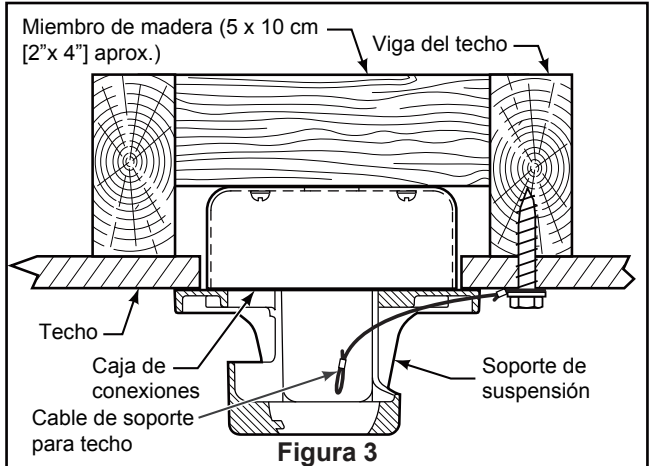

Figura 3
Uso del soporte (Figura 3)
3. Afloje los dos tornillos de fijación del soporte del barral de soporte para techo a través de la varilla. Introduzca los cables de color negro, blanco y azul cables y cable de seguridad a través de la varilla. (Figura 3)
- ☐ 1. Perfore un orificio de 1/4" en la estructura del edificio para evitar grietas con la instalación del tornillo de intervalo. Utilice el tornillo de intervalo de 3/8"x 2" y la arandela plana para fijar el cable de seguridad a la viga del techo o a la estructura de madera. Dicho tornillo pasará a través de arandela plana, la presilla del cable de seguridad y se fijará en la estructura del edificio. (Figura 3)
NOTA: el cable de soporte para techo no se puede asegurar solamente a la caja de conexiones; se debe asegurar directamente a la viga de techo o miembro estructural con el tornillo de cabeza cuadrada de 3/8"x2" y la arandela plana. (Figura 3)